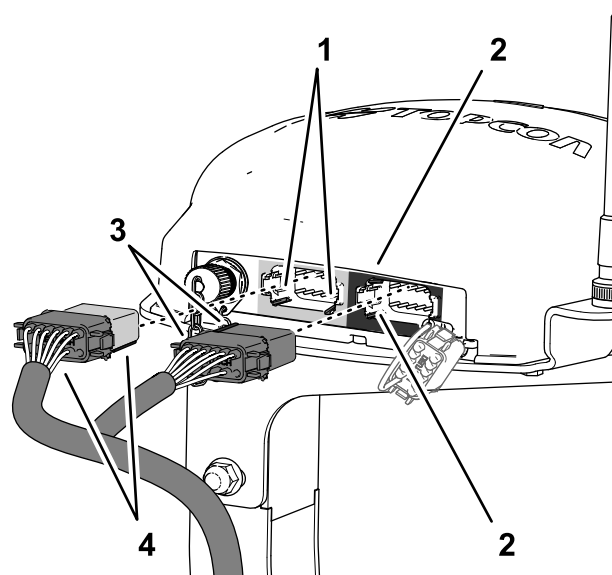

Рисунок 197
3. Совместите два выступа для совмещения на длинной лицевой стороне черно-серого 12-гнездового разъема жгута проводов передачи данных с двумя ответными пазы в нижней горизонтальной стенке левого (серого) 12-штыревого разъема навигационного приемника (Рисунок 197).
4. Соедините черно-серый 12-гнездовой разъем жгута проводов передачи данных с левым (серым) 12-штыревым разъемом навигационного приемника так, чтобы разъемы надежно зафиксировались со щелчком (Рисунок 197).
5. Совместите два выступа для совмещения на короткой стороне черного 12-гнездового разъема жгута проводов передачи данных с двумя ответными пазы в левой вертикальной стенке правого (черного) 12-штыревого разъема навигационного приемника (Рисунок 197).
6. Соедините чисто черный 12-гнездовой разъем жгута проводов передачи данных с левым (черным) 12-штыревым разъемом навигационного приемника так, чтобы разъемы надежно зафиксировались со щелчком (Рисунок 197).